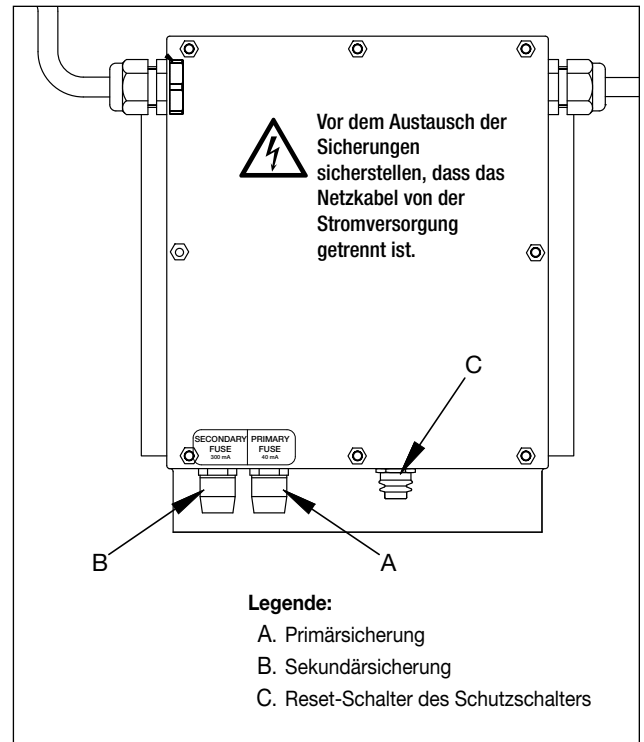

Abbildung 9: Lage der Sicherungen und des Reset-Schalters, 1-phasige Modelle
6.4 Austausch der Sicherungen (siehe Abbildung 9 und 10)
Bei Hebern, die mit einem 1-phasigen elektrischen System ausgerüstet sind, befinden sich die Sicherungen im unteren Bereich des Elektrogehäuses. Die Sicherungshalter sind an der Außenseite des Elektrogehäuses angebracht. Um sie zu erreichen, muss die Gehäuseabdeckung nicht entfernt werden. Siehe Abbildung 9.
Hebermodell beginnend mit:	(Zur Lage der Sicherungen siehe Abbildung 9 und 10)